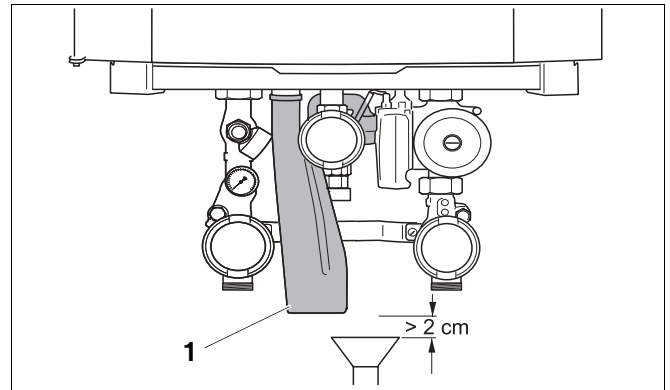

Bild 11 Montera sifonen
- Montera sifonen (bild 11, pos. 1) vid anslutningen för kondensatutloppet (AKO).